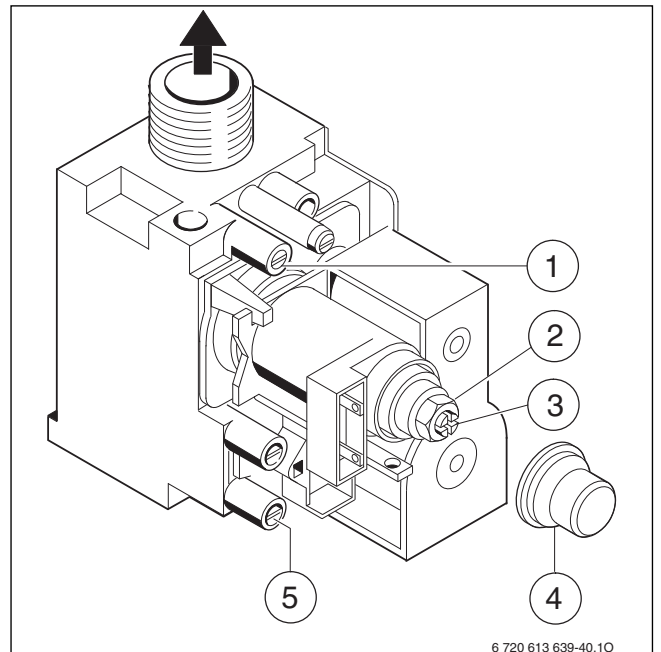

Bild 35 Gasarmatur
- ▶ Dichtschraube am Mess-Stutzen für Düsendruck (→ Bild 35, [1]) lösen und U-Rohrmanometer anschließen.
- ▶ Abdeckung (→ Bild 35, [4]) entfernen.
- ▶ Für „max“ angegebenen Düsendruck (mbar) aus Tabelle Seite 47 entnehmen. Düsendruck über Einstellschraube max. Gasmenge (→ Bild 35, [2]) einstellen. Rechtsdrehung mehr Gas, Linksdrehung weniger Gas.
- ▶ Für „min“ angegebenen Düsendruck (mbar) aus Tabelle Seite 47 entnehmen. Düsendruck über Einstellschraube min. Gasmenge (→ Bild 35, [3]) einstellen.
- ▶ Dichtschraube am Mess-Stutzen für Gas-Anschlussfließdruck (→ Bild 35, [5]) lösen und Druckmessgerät anschließen.
- ▶ Für „max“ angegebene Gasdurchflussmenge aus Tabelle Seite 47 entnehmen. Gasdurchflussmenge über Gaszähler an Einstellschraube max. Gasmenge (→ Bild 35, [2]) einstellen. Rechtsdrehung mehr Gas, Linksdrehung weniger Gas.
- ▶ Für „min“ angegebene Gasdurchflussmenge aus Tabelle Seite 47 entnehmen. Gasdurchflussmenge über Gaszähler an Einstellschraube min. Gasmenge (→ Bild 35, [3]) einstellen.